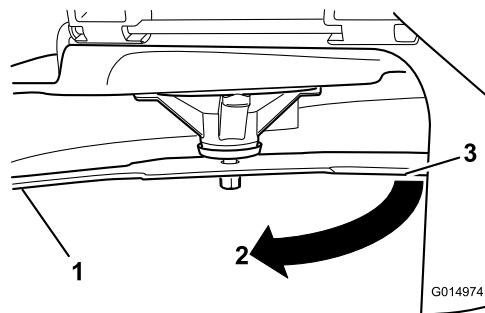

Figura 52
- 3. Distanza misurata tra la lama e la superficie (A)
4. Ruotate la stessa lama di 180 gradi in modo che il tagliente opposto si trovi ora nella stessa posizione (Figura 52).